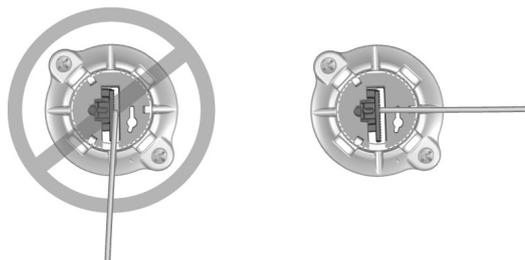

Figura 14. Colocación del electrodo de ECP en la ranura de salida del electrodo
10. Doble con cuidado el electrodo de ECP y colóquelo dentro de una de las cuatro ranuras de salida del electrodo en la base de la cubierta del trépano (Figura 14).